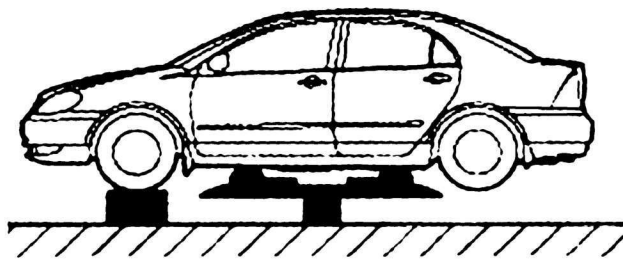

图 1-2-2 工位二
(2) 工位二(举升机升至低位):主要检查悬架下球节,如图 1-2-2 所示。